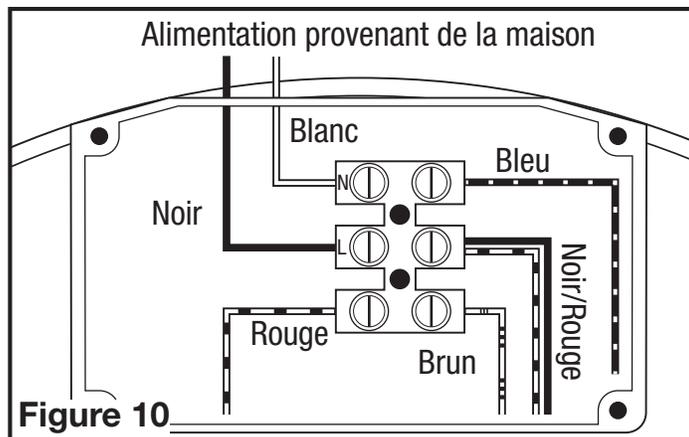

Figure 10
- Insérez le fil blanc provenant de la maison dans le port de la plaquette de connexions étiqueté " N " et serrez à l'aide d'un petit tournevis régulier. Insérez le fil noir à partir du commutateur mural dans le port de la plaquette de connexions étiqueté " L " et serrez à l'aide d'un petit tournevis régulier. Etant donné que le moteur est isolé au sein d'un boîtier de plastique, il n'est pas nécessaire de procéder à une mise à la terre (Figure 10).